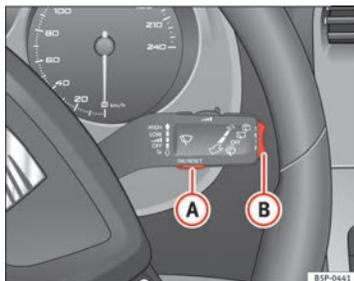
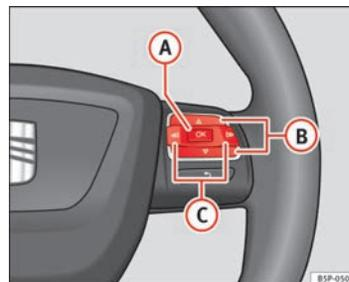

Fig. 45 Alavanca do limpavidros: botão A para confirmar opções do menu e botão basculante B para mudar de menu
Fig. 46 Comandos no volante: botão A para confirmar opções do menu e botão B para mudar de menu
- Para aceder ao menu «Configuração», pressionar o botão **(C)** ⇒ Fig. 46 até visualizar o menu no visor. Já está dentro deste menu.
- Para mudar de uma memória para a outra, pressione brevemente o botão **A** ⇒ Fig. 45 ⇒ Página 71 do manípulo do limpa-vidros ou o botão **OK** do volante multifunções ⇒ Fig. 46 ⇒ Página 71 com a ignição ligada. ▶
No indicador multifunções pode consultar os seguintes dados accionando o botão basculante **(B)** ⇒ Fig. 45 ⇒ Página 71 do manípulo do limpa-vidros ou pressionando o botão **(A)** ou **(V)** ⇒ Fig. 46 do volante multifunções*.
- Pressionar o botão **▷** ou **◁** do volante multifunções* ⇒ Fig. 46 até que seja apresentado o menu **Estado do veículo**.